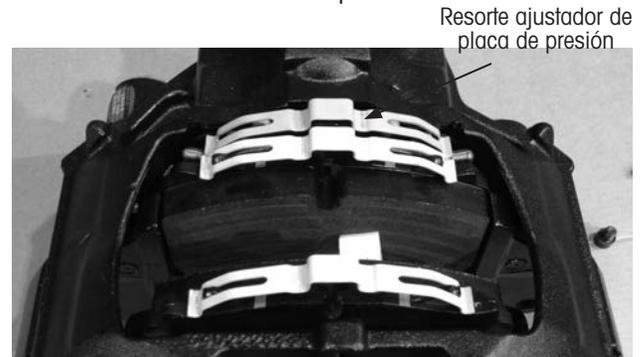

Figura 34: Instalación de resorte ajustador de placa de presión
9. **Coloque** un nuevo resorte ajustador en la placa de presión (Figura 34).